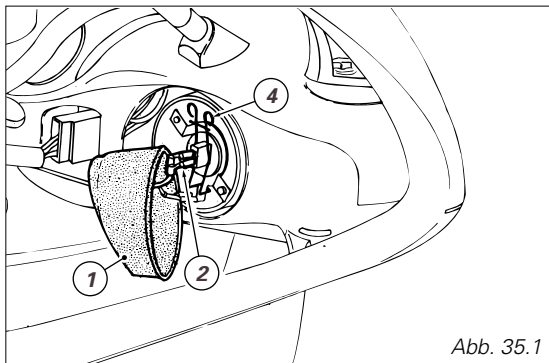

Abb. 35.1
**Abblendlicht** (Abb. 35.1): Die Gummihabe (1) des Scheinwerferkörpers abnehmen, dann den Flachstecker (2) durch Niederdrücken des unteren Schnellauslöseknopfs von der Leuchte abziehen.
Zum Austausch der beiden Scheinwerferbirnen ist es nicht erforderlich, den Flachstecker des schwarzen Massekabels vom Scheinwerferkörper abzuziehen. Die Halteklemme (4) der Leuchte aushaken und letztere von der Halterung nehmen (Abb. 35.1 und 35.2).